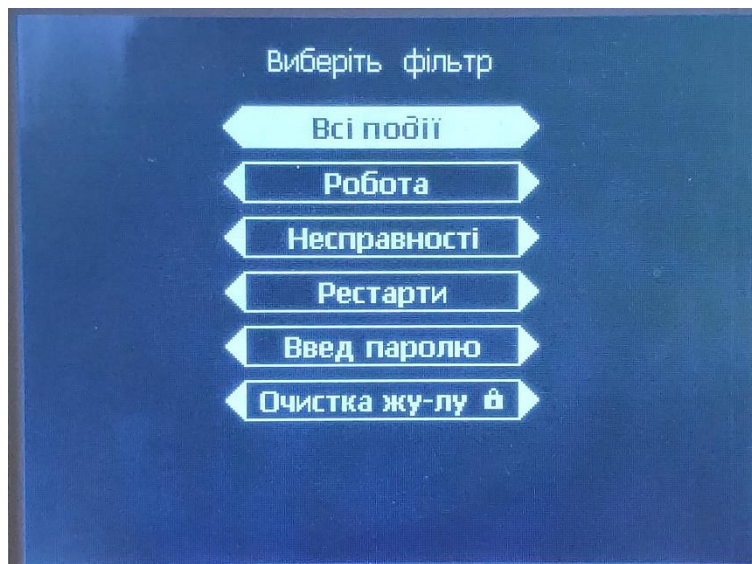

Рисунок 2 – Фільтр журналу подій
1. «Журнал» – розділ призначений для перегляду журналу подій. В журналі передбачений фільтр подій (див. рисунок 2).